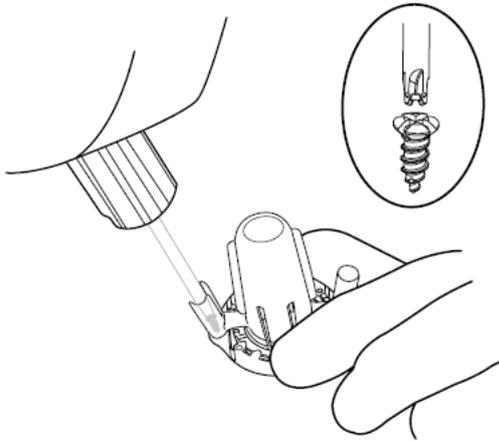

Figura 28. Apretar los tornillos.
3. Acople la base con los dos tornillos óseos preinsertados con el destornillador suministrado (Figura 28).